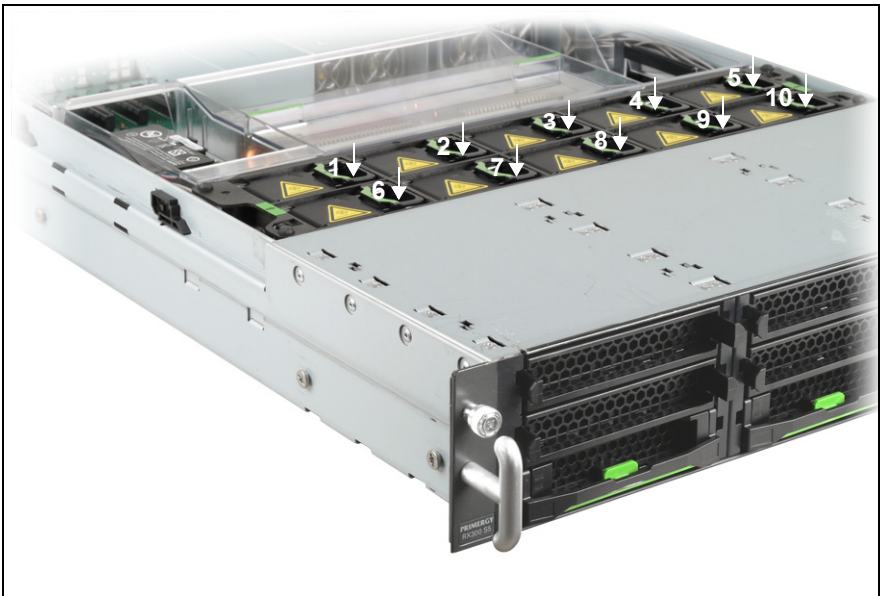

Рисунок 29. Расположение системных вентиляторов и их индикаторов
Перед сбоем вентилятора загораются индикаторы общего сбоя на передней и задней панелях сервера. Если крышка корпуса снята, можно определить, какой именно вентилятор неисправен, по соответствующему индикатору (рис. 29) и заменить его не прерывая работу сервера («горячая» замена).
- ▶ Определите, какой вентилятор неисправен, по индикаторам (горят оранжевым светом). Расположение индикаторов показано на рис. 29.
Вентиляторы нового модуля опрашиваются командами ПО управления сервером. По окончании проверки соответствующий индикатор (см. рис. 29 на стр. 89) загорается зеленым (вентиляторы исправны) или оранжевым светом (неисправность вентилятора).